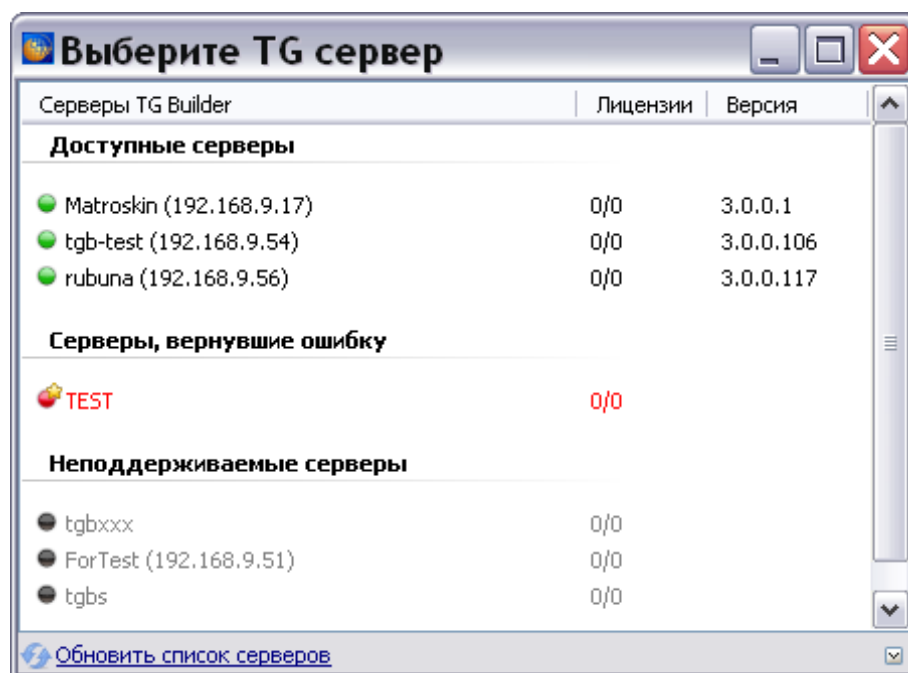

Рисунок 9
3) Нажмите **Ок**. После этого будет осуществлен поиск сервера и информация о сервере отобразится в окне **Выберите TG Server** (рисунок 9).